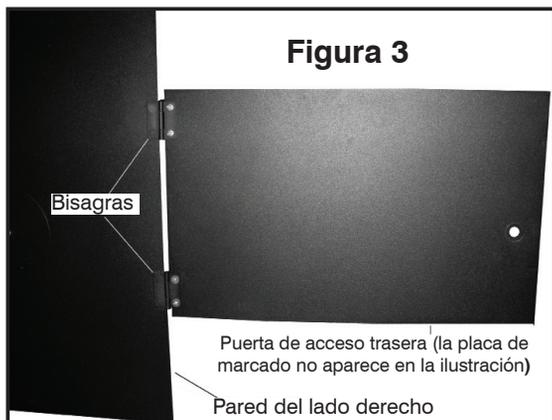

Figura 3
1. Localice la pared del lado “derecho” (con bisagras) y colóquela en una superficie plana (con las lengüetas de sujeción de los escurridores orientadas hacia abajo). Alinee cuatro orificios de la puerta de acceso trasera con los cuatro orificios localizados en las bisagras (las bisagras colocadas en la parte superior de la puerta de acceso trasera). Vea en la **Figura 3** la ilustración del ensamblaje correcto. Introduzca cuatro tornillos pequeños por los orificios de las bisagras y de la puerta de acceso trasera y apriételes con las arandelas de seguridad y las tuercas por el interior de dicha puerta.